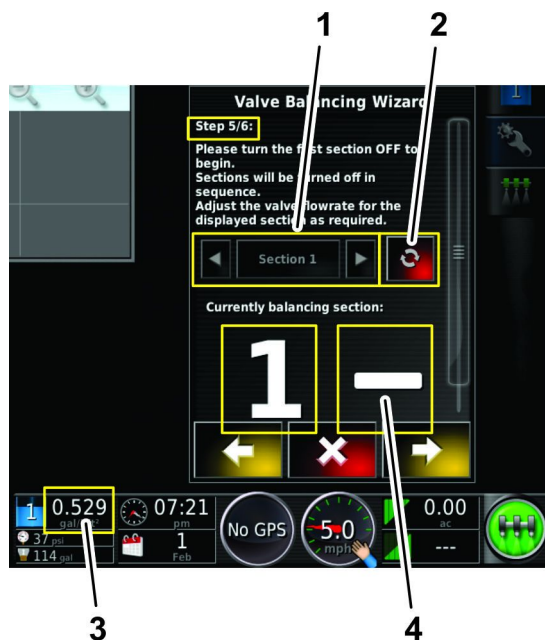

図 56
- ブームバルブの散布率が高すぎ 図 56。
- A. ブームオン/オフアイコン図 56を押してブームバルブを閉じる赤。